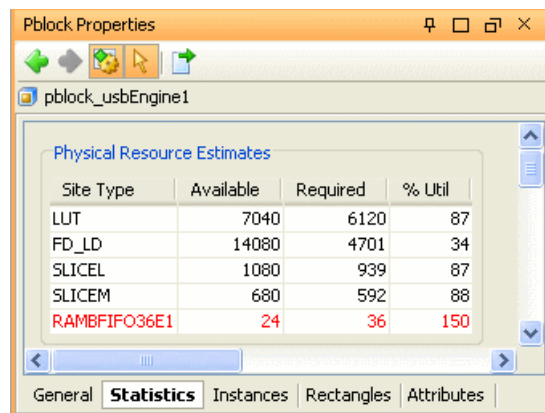

図 11-17 : [Pblock Properties] ビュー : [Statistics] タブ
2. 図 11-17 のように、[Statistics] タブをオンにします。
- [Utilization] : Pblock のロジックで使用されるリソースの割合 (%) です。Pblock のサイズを変更することにより、適切な割合にすることができます。この割合が 100% を超えるロジック オブジェクトがある場合、図 11-17 に示すように赤色で表示されます。